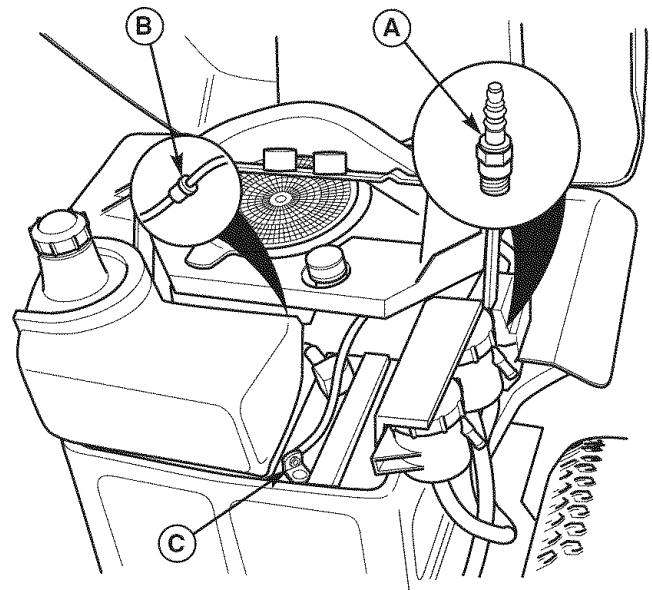

Figura 28. Compartimiento del Motor
2. Limpie el área alrededor de la bujía (A, Figura 28).
5. Reinstale la bujía en la culata del cilindro (Figura 28). Apriete la bujía a un par de torsión de 28-32 ft. lbs. (38-43 N.m.).
2. Desconecte el cable negativo de la batería de la terminal negativa (C, Figura 28).
3. Usando unas pinzas de cierre, quite las abrazaderas de la tubería del combustible de los dos lados del filtro de la gasolina (B).
8. Conecte el cable negativo de la batería (C) cuando termine.